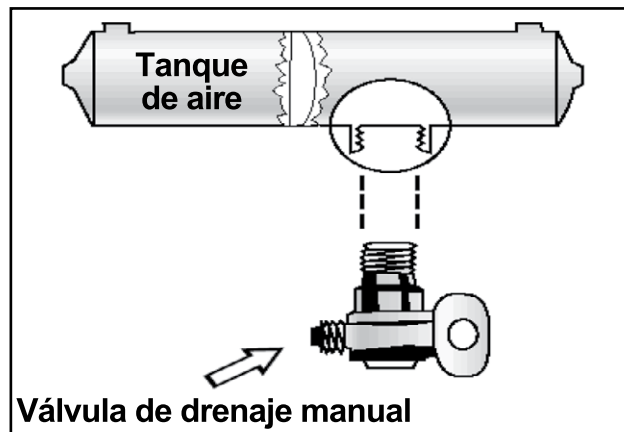

Figura 5.1
- **Manual** – Se gira un cuarto de vuelta o se jala de un cable. Usted mismo debe drenar los tanques al final de cada día que maneje. Vea la Figura 5.1.